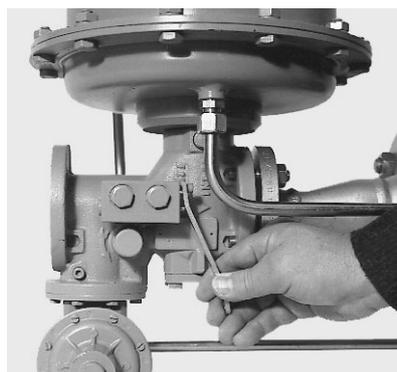

Bild 4
Entriegelung SAV Schritt 1 (Bild 4)
- Druckausgleich durch Öffnen des Ausgangsventils (Bild 4).